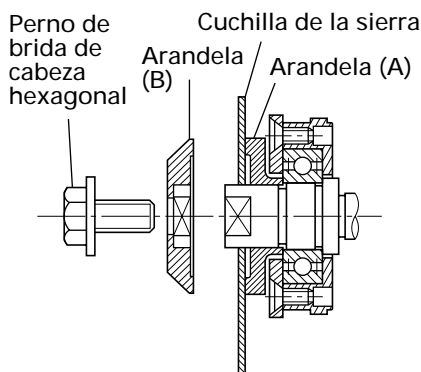

Fig. 18
- (1) Quite completamente las virutas que se hayan acumulado en el husillo, perno y arandela.
- (2) Para montar la cuchilla de la sierra, los lados cóncavos de ambas arandelas, (A) y (B), deberán colocarse en los lados de la cuchilla de la sierra. Monte la cuchilla de la sierra en el husillo y fije finalmente la arandela (B) (consulte la Fig. 18).
- (3) Para asegurar una dirección de giro apropiada de la cuchilla de sierra, la dirección de la flecha de la cuchilla de la sierra deberá coincidir con la dirección de la flecha de la cubierta de la cuchilla.
- (4) Utilizando los dedos, apriete todo lo posible el perno hexagonal que retiene la cuchilla de la sierra. Y luego presione la palanca de bloqueo, bloquee el husillo y apriete a fondo el perno.
- (5) Confirme que la palanca de bloqueo esté en la posición original.